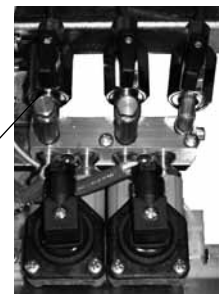

Figura 10
- c) As torneiras dos contadores volumétricos **e-d** devem estar abertos (figura 10).